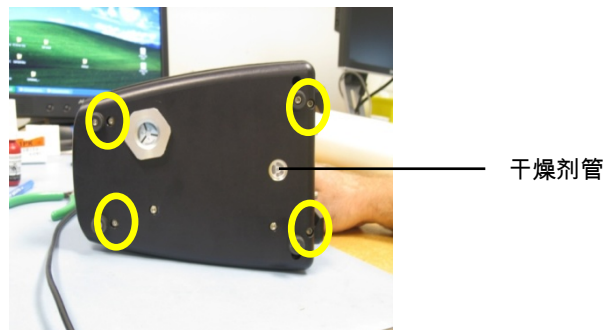

图 18. Cary 630 FTIR 的底部，显示要拧下的螺丝（已圈出）
- 1 侧倾光谱仪，使其侧面朝下，以使底板暴露出来（参见图 18）。有两个可见螺丝以及两个用于固定仪器的凹陷很深的螺丝。使用 3/32 球头螺丝刀拧下全部四个螺丝。